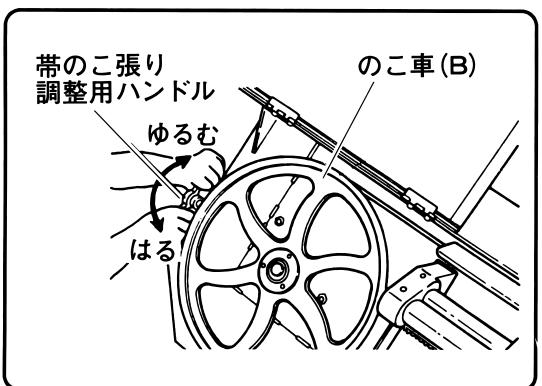

図 19
- (8) 帯のこ張り調整用ハンドルを時計方向にまわし、帯のこに張力を加えます。 (図19)